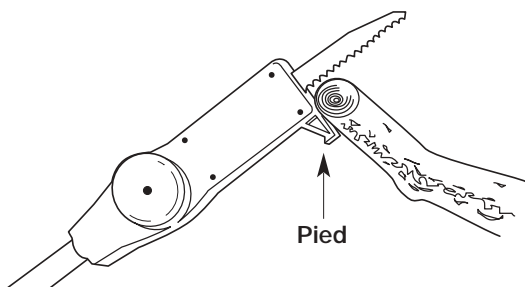

Fig. 12
1. Pendant l'élagage, appuyez le pied de l'élagueuse contre la branche d'arbre à couper (fig. 12).